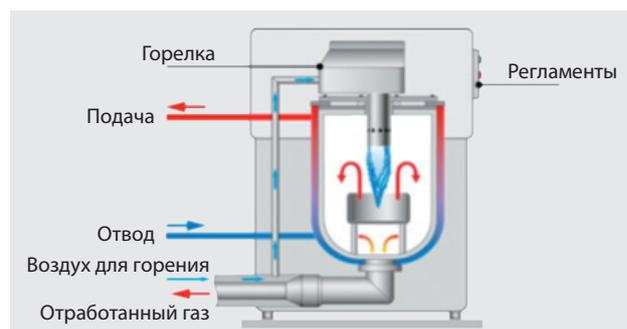

Рис. 37: Котел с внутренней конденсацией без повышения возврата
■ В качестве альтернативы для охлаждения отработанных газов используется отводящая линия нагревательного контура. В этом случае используются системы панельного отопления, так как они имеют очень низкие температуры отводящей линии. К сожалению, температура отводящей линии увеличивается автоматически при возрастании расхода тепла. В таких случаях для обычных нагревательных элементов типична только пока частичная конденсация. Также поэтому необходимо всегда следить за тем, чтобы перед котлом не происходило увеличения температуры отводящей линии (напр., из-за смесителя или четырехходового клапана) (см. рис. 37). В конце охлаждения отработанных газов осуществляется либо прямо в котле («внутренняя конденсация»), либо в последовательно подключенном теплообменнике.